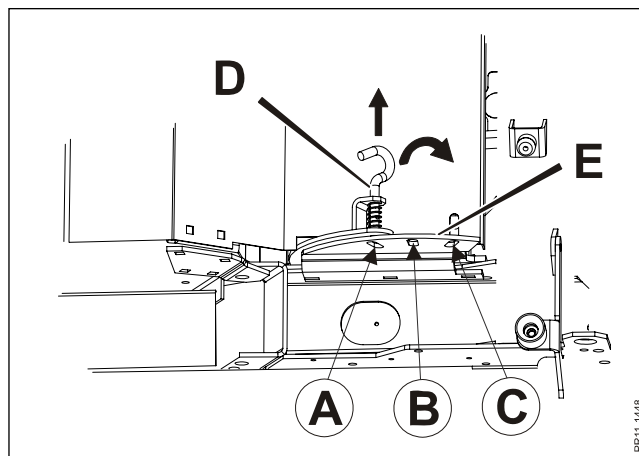

Fig. 3-13
Fig. 3-13 Crimperplåtens avstånd till rotorn ändras genom att flytta handtaget **D** till ett av de två andra hålen i konsolen **E**. Om handtaget placeras i pos. (A), är avståndet mellan crimperplåten och crimperfingrarna litet, i pos. (B) är avståndet medelstort och i pos. (C) är avståndet stort.